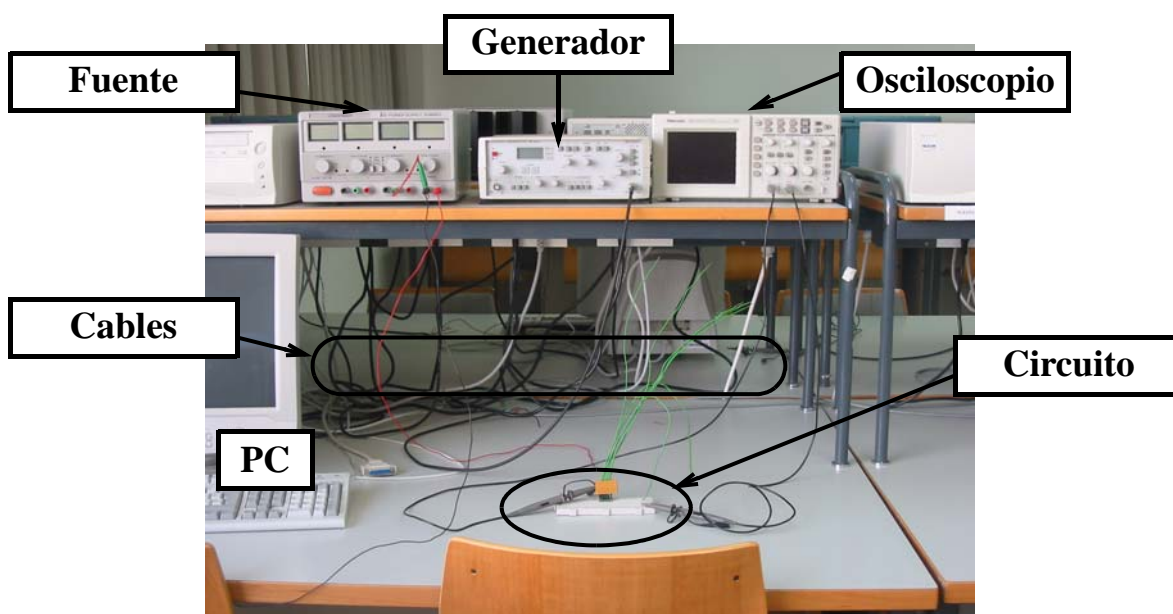

Figura 1: Puesto típico del laboratorio
En la Figura 1 se muestra un ejemplo de puesto de trabajo donde aparecen los principales componentes:
- **Fuente de alimentación:** En la Figura 1 aparece simplemente como Fuente. Es el instrumento que **genera señales de tensión constantes**. Se usará para alimentar a los componentes electrónicos, esto es, para suministrarles la energía que necesitan. En digital y en las tecnologías básicas, también suministran los valores binarios (bajo o '0', y alto o '1').
- **Generador de señal:** En la Figura 1 aparece simplemente como Generador. Es el instrumento que **genera señales de tensión variables periódicamente** en el tiempo. Es muy versátil en cuanto a la frecuencia de la señal generada y suele dar varios tipos de señal (senoidal, triangular y cuadrada principalmente). En digital se usará, en otros casos, para generar la señal de reloj en circuitos secuenciales.
- **Otros que no aparecen en la Figura 1.** Entre otros ejemplos, podemos citar: